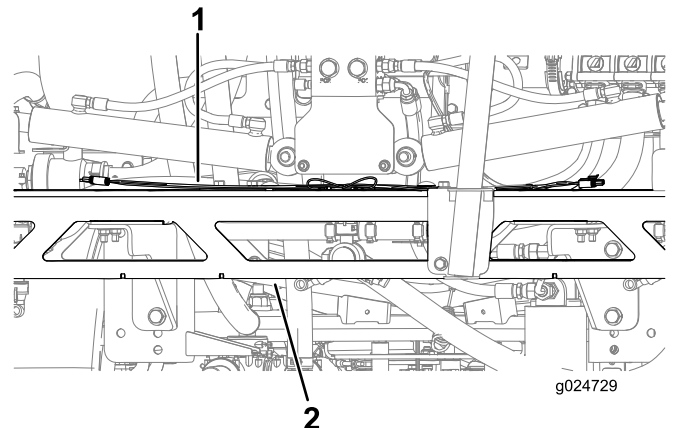

Figura 12
2. Encaminhe a cablagem ao longo do canal da estrutura da rampa (Figura 12).